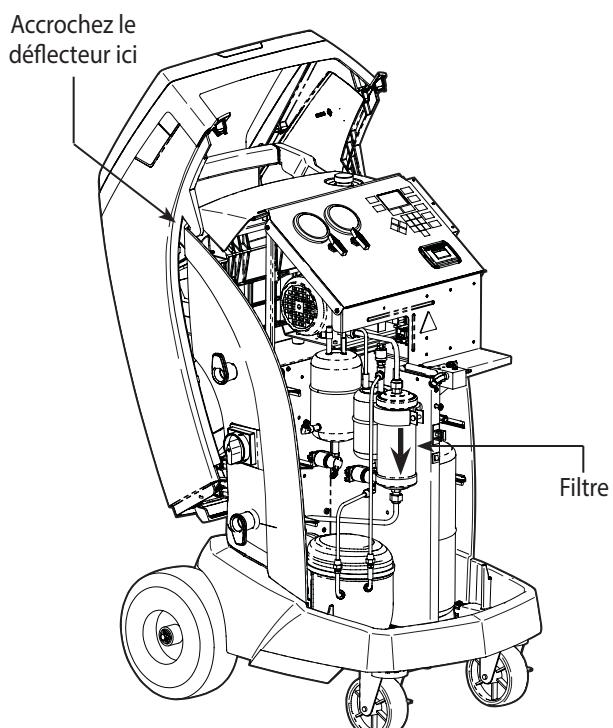

Figure 12
- Accrochez le déflecteur à l'arrière de la machine comme illustré sur la figure 12.
3. Accrochez le déflecteur à l'arrière de la machine comme illustré sur la figure 12.